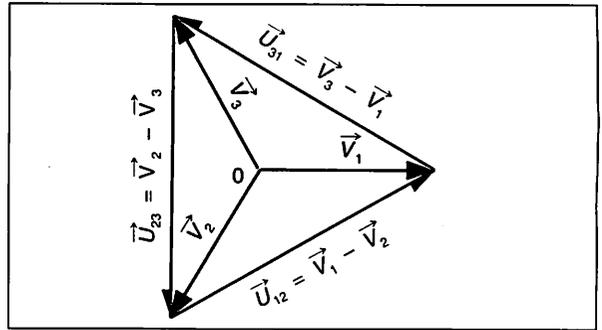

Fig. 8.04 : Tensions simples et composées.
- déphasées de  $120^\circ$  ( $2\pi/3$  rad) les unes par rapport aux autres. Leur représentation est analogue à celle de la figure 8.04.